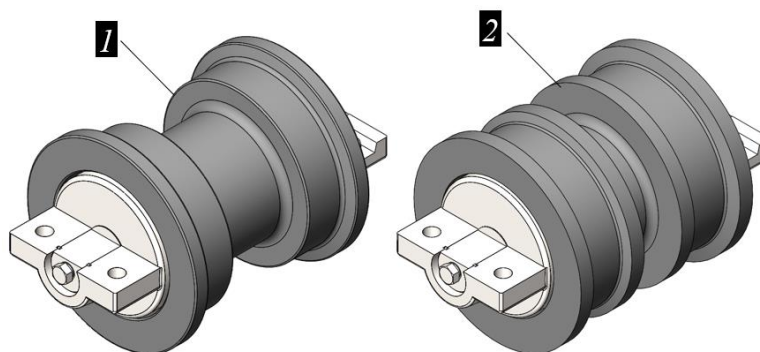

Рисунок 3.123. Внешний осмотр опорных и поддерживающих катков
- Провести визуальный осмотр рис. 3.123;